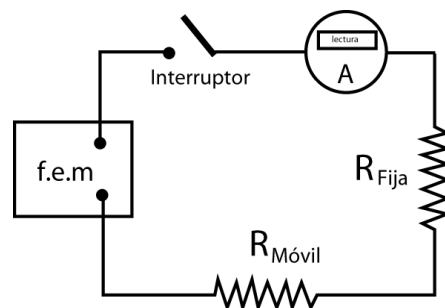

Figura 1
a) Toma de medidas: Montar el circuito que aparece en la figura 1. El polímetro codificarlo como amperímetro (el interruptor ya está integrado en la cajita de la f.e.m.). La resistencia fija es la de  $100\ \Omega$ , que debe permanecer durante todas las medidas.